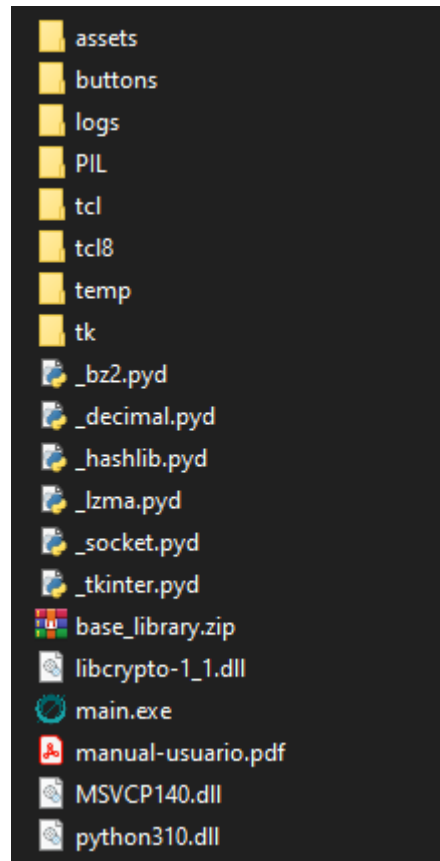

Figura 2 Directorio que contiene el sistema
3. Para ejecutar el programa principal accedemos a la carpeta descomprimida, en la que vemos lo mostrado en la Figura 2.
El archivo que necesitamos ejecutar es el «main.exe», que está señalado en la Figura 2. Si lo ejecutamos, ya podremos ver el sistema en funcionamiento.